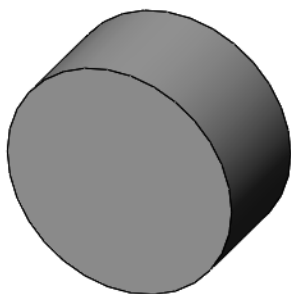

图 4-52 实体模型
- [1] 打开初始文件“Z4L6.prt”，实体模型如图 4-52 所示。